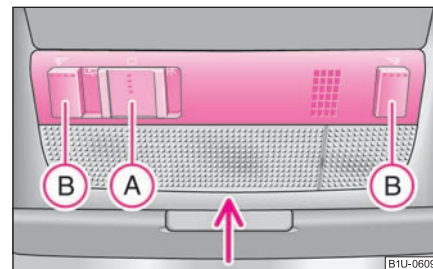

Fig. 51 Imagine din plafon: iluminarea interioară față ►
- Dacă apăsați întrerupătorul (A) spre stânga, apare simbolul  ⇒ pagina 53, fig. 51.